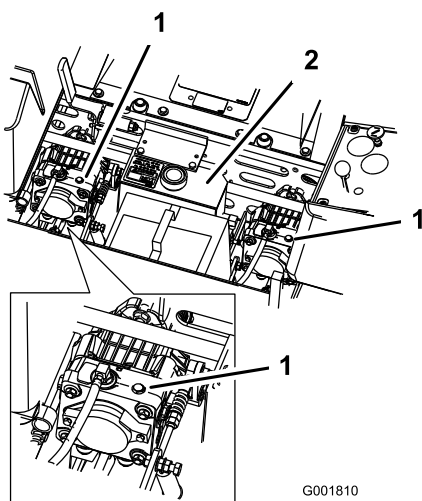

Figura 30
2. Gire las válvulas de desvío una vuelta en el sentido contrario a las agujas del reloj para empujar la máquina. Esto permite que el aceite hidráulico se desvíe alrededor de la bomba, dejando que las ruedas giren (Figura 30).
Gire las válvulas de desvío una vuelta en el sentido de las agujas del reloj para conducir la máquina (Figura 30).